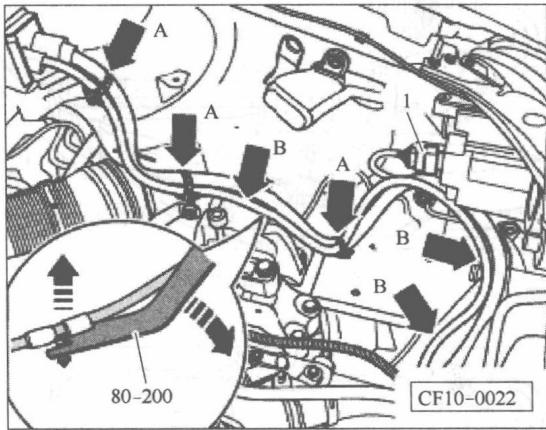

图 2-4 脱开发动机对接插头
- ⑩ 脱开发动机对接插头 1 松开导线扎带（箭头 A），见图 2-4。
- ⑪ 用撬杆 80-200 拆下绕线夹（箭头 B），
将发动机线束置于发动机上，见图 2-4。